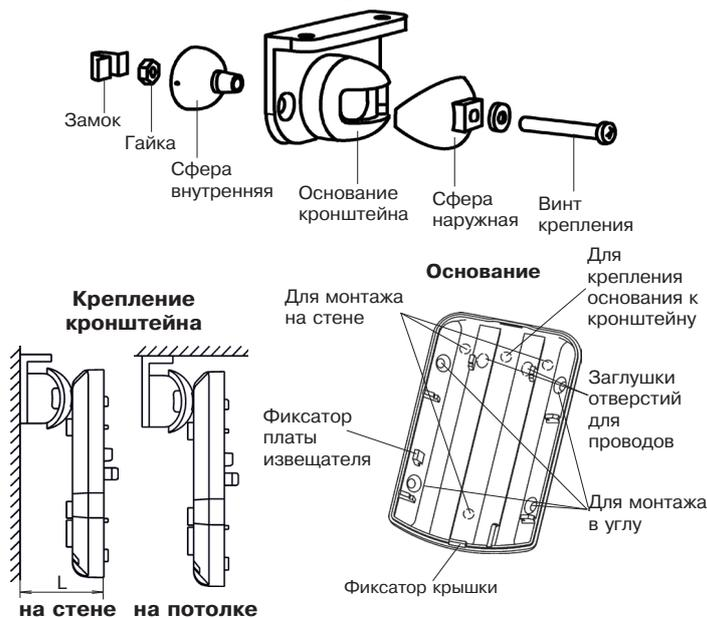

Рисунок 2 – Основание извещателя и кронштейн
- снимите крышку извещателя, отжав при помощи отвертки фиксатор, расположенный в нижней части основания извещателя (рисунок 2);
- просверлите в основании корпуса отверстия (рисунок 2), которые будут использоваться для прокладки проводов и крепления извещателя;